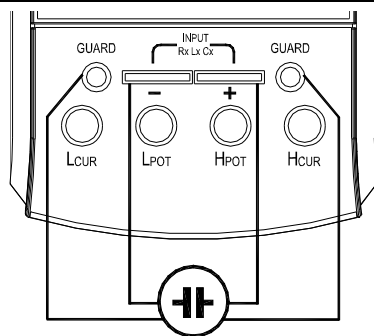

Рис. 10
- а. Вставьте положительной полярности емкости в положительной клеммой и отрицательной полярности в отрицательную клемму (рис. 10);